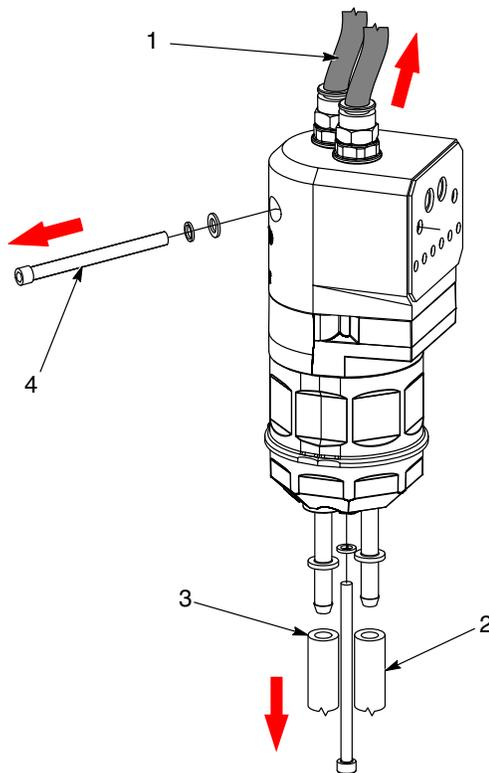

図 16 改造ポンプ分解準備
1. 図 16 を参照。該当する場合は、パーージェアラインを改造ポンプ (1) の上部から取外します。